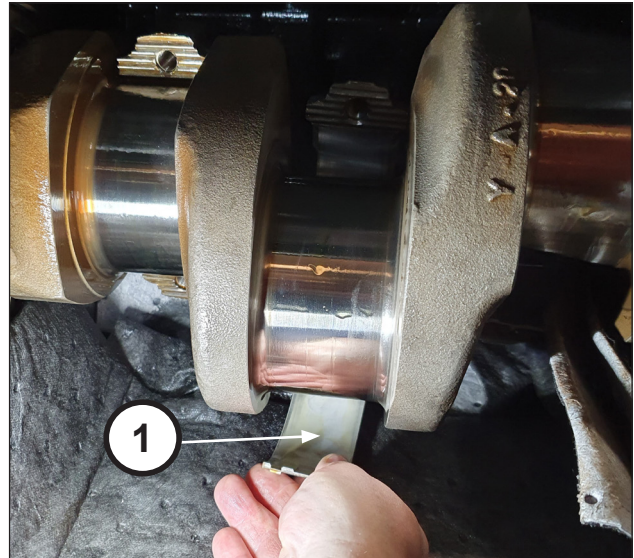

Abb. 33
Ziehen Sie die drei oberen Lagerschalen der Pleueelhälften ab (Pos. ①, Abb. 33).